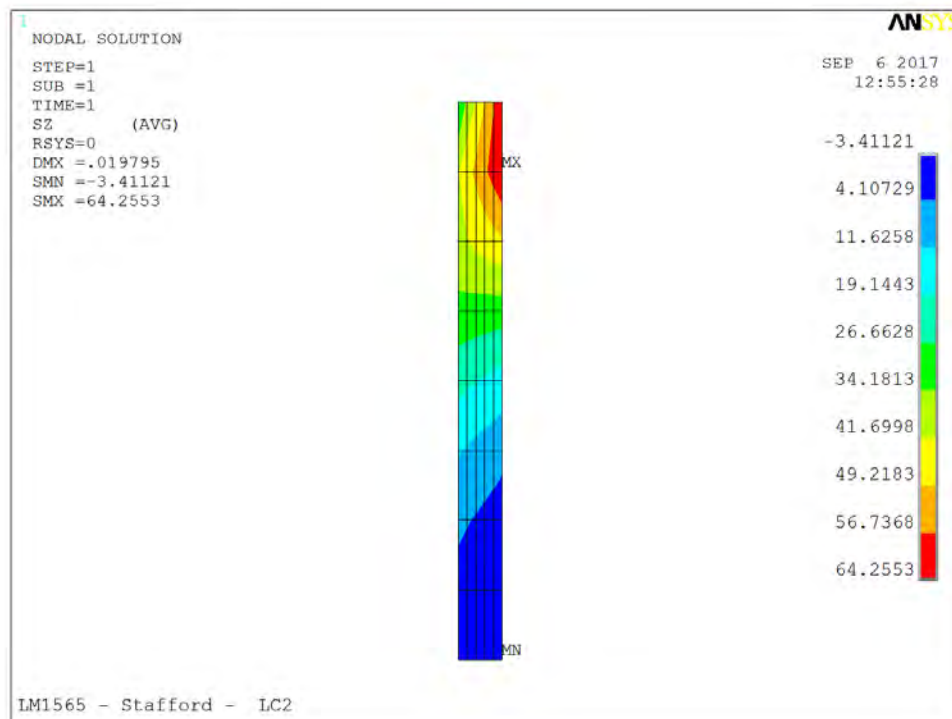

Fig. 2H
- **Fig. 2H - Wall hoop stress**